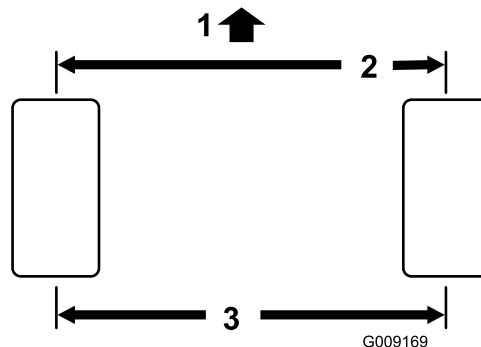

Figura 133
**Nota:** La regolazione della convergenza della ruota posteriore è corretta se la differenza tra la misurazione della ruota anteriore e la misurazione della ruota posteriore è pari o minore di 6 mm (Figura 133).